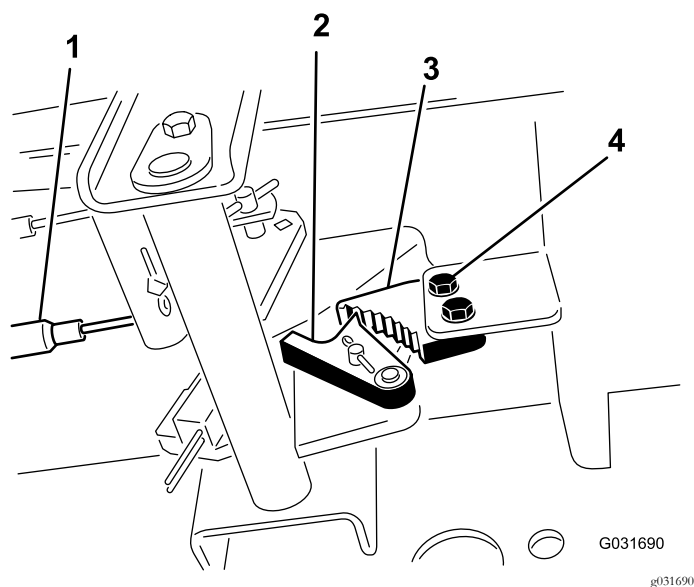

Figure 55
1. Desserrez les 2 vis qui fixent le cliquet du frein de stationnement au cadre (Figure 55).
2. Appuyez sur l'avant de la pédale du frein de stationnement jusqu'à ce que le verrou s'engage complètement sur le cliquet du frein (Figure 55).